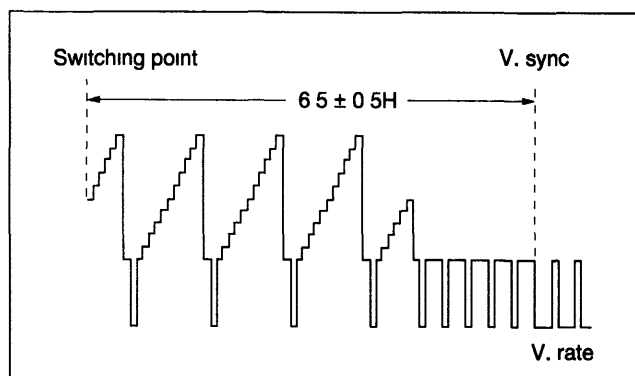

Fig. 3-2-2 Ponto de Chaveamento PB
- (1) Reproduza o sinal escala de cinza da fita de alinhamento.
- (2) Conecte um osciloscópio ao TERMINAL VÍDEO OUT e o trigger externo no TP111 (borda negativa).
- (3) Pressione a tecla "O" da unidade "presetting".
- (4) O ajuste é feito automaticamente. Uma vez feito, o VCR vai para o modo STOP.
- (5) Reproduza a fita de alinhamento novamente, confirme o ponto de alinhamento (Veja Fig. 3-2-2).